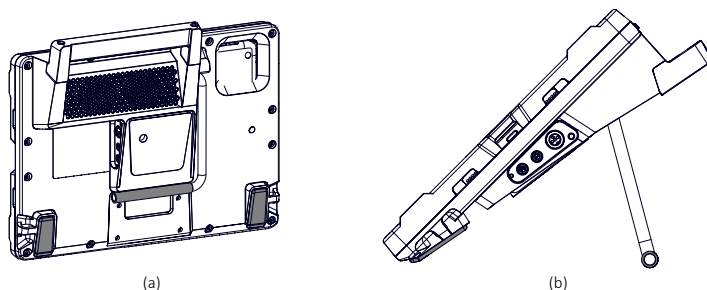

Figure 4.5 Debout (a) points de contact (béquille ⑲ et pieds en caoutchouc ⑳), et (b) angle d'utilisation 35°-45°.
Avec sa béquille ⑲, le Rehadapter™ peut se tenir debout sur une surface plane à un angle variable de 35° à 45°, comme indiqué sur la Fig. 4.5. Les pieds en caoutchouc et la béquille assurent une résistance antidérapage.